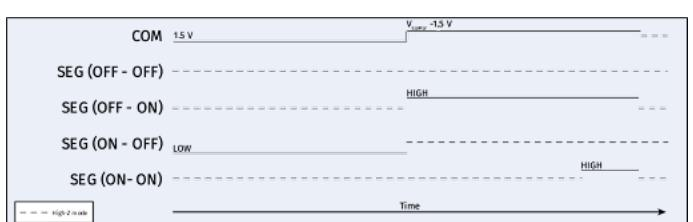

Figure 7. Chronogramme pour actualiser l'afficheur en deux étapes.
Cette technique actualise l'afficheur en deux étapes (figure 7). Premièrement, certains segments sont désactivés en réglant la tension de l'électrode commune à 1,5 V et les électrodes des segments concernés à l'état bas (OFF, 0 V, ce qui fournit -1,5 V aux segments). Deuxièmement, certains segments sont activés en réglant la tension commune à  $V_{SUPPLY} - 1,5$  et les électrodes du segment concerné à l'état haut (HIGH,  $V_{SUPPLY}$ , ce qui fournit +1,5 V aux segments). Une impulsion de rafraîchissement plus courte est nécessaire au niveau des segments qui doivent être maintenus à l'état haut (ON). La séquence se termine par configurer toutes les sorties en haute impédance (HIGH-Z) pour maintenir l'état.